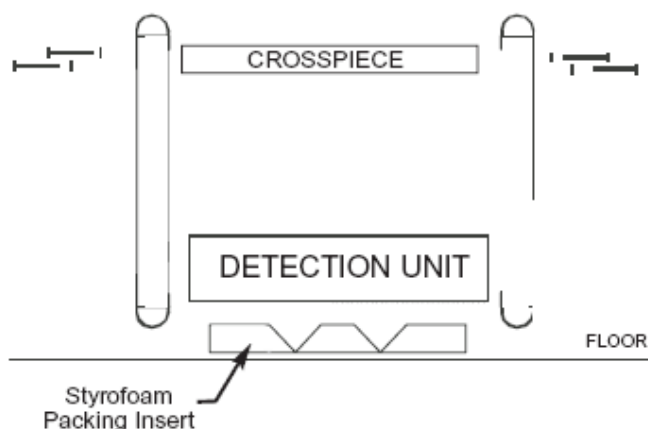

FIGURA 2-5
6. Utilice los cuatro tornillos restantes para fijar los travesaños a los paneles. (Ver figura 2-5.)